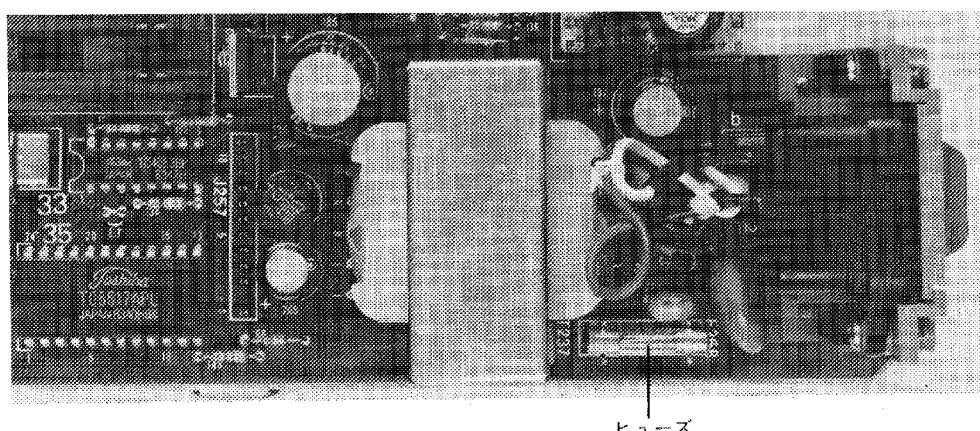

図 3-14 電源ヒューズの位置
- ③ 電源ヒューズは、トランスの近くにあります。[図3-14参照]